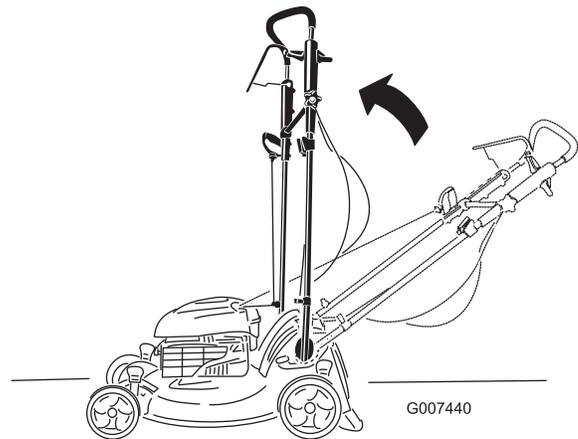

Bild 54
2. Schieben Sie den Griff in die hochgestellte Stellung (Bild 54).